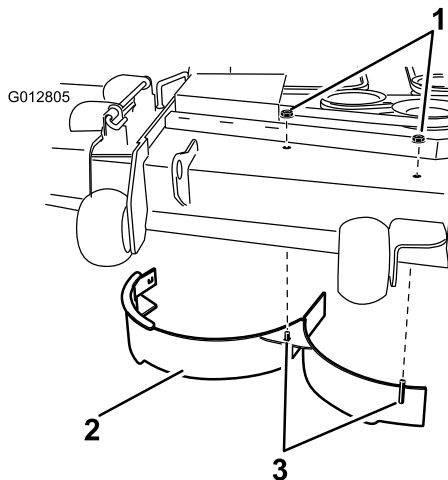

Bild 2
8. Montieren Sie das rechte Ablenkblech am Mähwerk, wie in Bild 2 dargestellt. Befestigen Sie die geschweißten Pfosten des rechten Ablenkblechs mit zwei Sicherungsmuttern (5/16 Zoll) oben am Mähwerk in der Mitte und rechts von der Mitte. Ziehen Sie die Befestigungen mit der Hand fest.